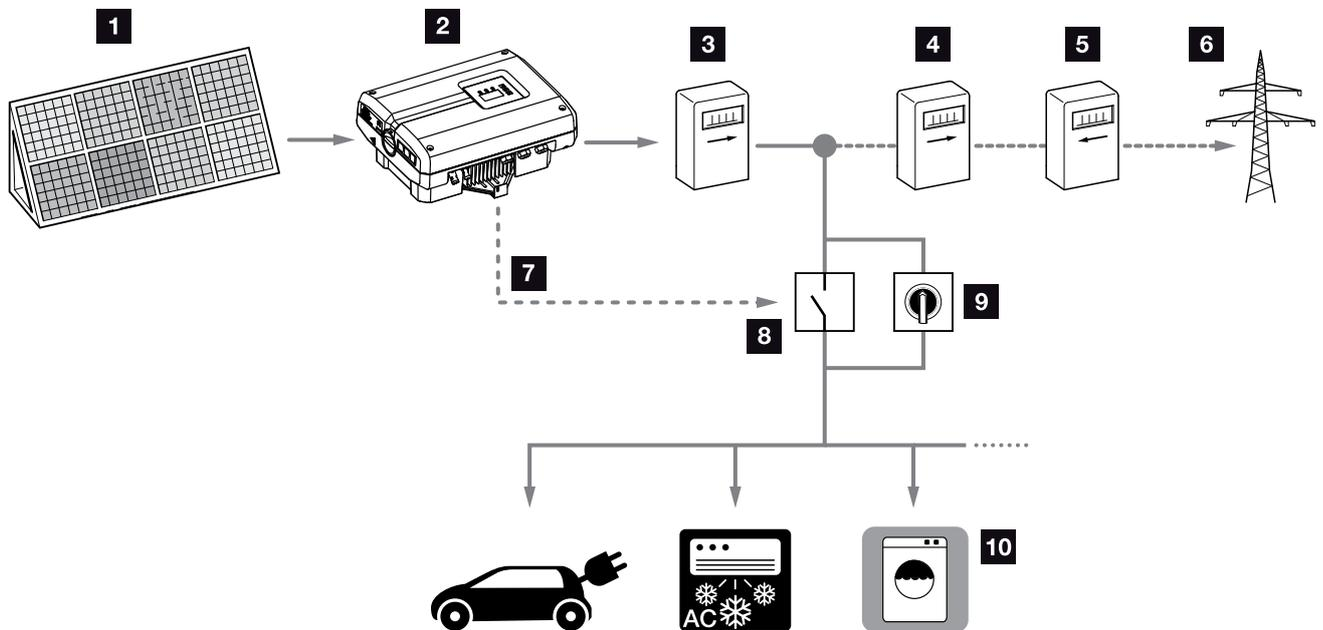

Fig. 59: Configuração do autoconsumo
3. Instale e ligue de modo correto os restantes componentes para o autoconsumo. 🔧 **Fig. 59**